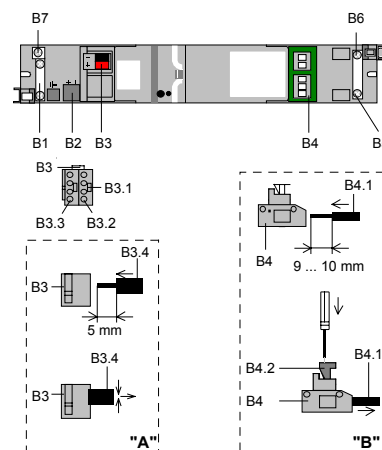

Bild 3: Anschlüsse
Busklemme abziehen (Bild 3)
Busklemme aufstecken (Bild 3)
Anschließen der Busleitung (Bild 3 "A")
- Der Leitungsmantel der Busleitung ist mit der Leitungsfixierung (B1) am Gehäuse des Einbaugerätes zu befestigen. Wird eine Leitung mit Abschirmung verwendet, kann diese an der Klemme (B7) festgeschraubt werden (Bild 3).
Die Aussparung (B2) dient zur Aufnahme eines Überspannungsschutzes. Die Anschlüsse werden parallel zu der Buslinie in die Busklemme eingesteckt (Bild 3).
Abklemmen der Busleitung (Bild 3 "A")
Last- und Steuerstromkreis anschließen (Bild 3 B)
- Der Leitungsmantel ist mit der Leitungsfixierung (B8) am Gehäuse des Einbaugerätes zu befestigen (Bild 3).
Die Klemmen (B5) und (B6) dienen zur Verbindung von N-Leitern (B6) und PE-Leitern (B5) mehrerer Leitungen (Bild 3).
Laststromkreis- und Steuer abklemmen (Bild 3 "B")